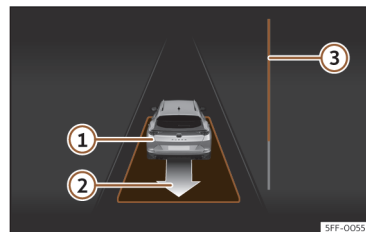

Fig. 162 No ecrã do painel de instrumentos: sair do estacionamento de um lugar em paralelo.
● Retroceda até soar o sinal contínuo do ParkPilot; **OU:** faça marcha-atrás até aparecer a indicação de fazer marcha à frente no ecrã do painel de instrumentos. A barra de progresso >>> **Fig. 162 ③** indica a distância a percorrer.